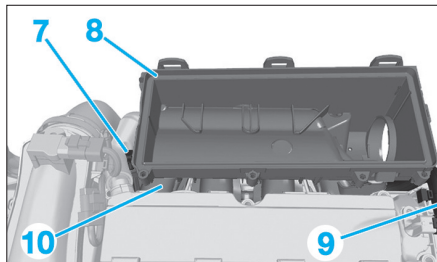

Fig. 36
- les vis de fixation (7) de la cuve de filtre à air (Fig.36),